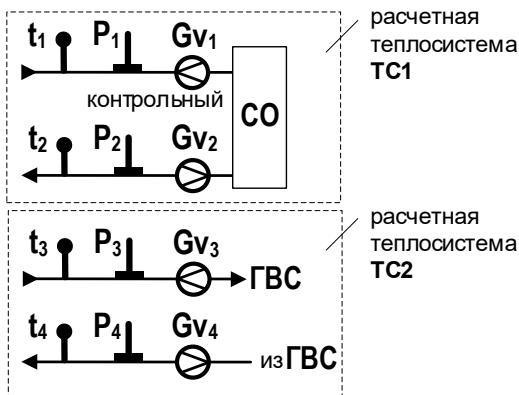

Рис.14. Структурная схема системы теплоучета с обозначением А6.
- найти в Приложении Е ч.II РЭ рисунок со структурной схемой, например, обозначенной **A6**, совпадающей со схемой контролируемой ТС. Структурная схема выбранной системы теплоучета показана на рис.14.